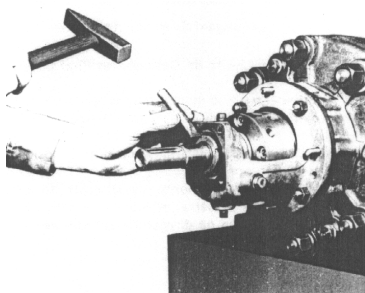

Fig. 14
- Apriete el manguito a través del Mancal, utilizando un pasador y un martillo o llave gancho. Golpee con un tubo en el lado de la tuerca (fig. 14). A cada golpe el conjunto entra un poco y afloja. Apriete la tuerca y golpee con el tubo hasta que la pista interna esté correctamente posicionada. La posición ideal de la pista interna con relación a los rolletes es aquella donde, aún con el desgaste del sistema de equilibrio del empuje axial, la chapa de seguridad no roce con la jaula de fijación de los rolletes.